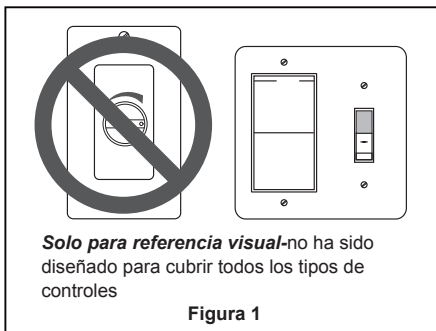

Figura 1
1. Alinee la lengüeta ancha de la unidad del motor a la muesca ancha de la unidad de soporte del ventilador. Asegure cuidadosamente la unidad del motor en las ranuras de montaje en el soporte del techo girándolo en el sentido de las agujas del reloj. Asegúrese de que todo el cableado y receptor se introduce adecuadamente en la cubierta del techo y que no se presiona ningún cable. Una vez que la motor está colocada y alineada con el techo, vuelva a colocar el tornillos retirados previamente y asegure los tres tornillos. (Figura 1)
1. Fije los aspas al soporte del motor mediante los tornillo de cabeza plana con arandela plana/arandela de resorte y sátese el centro orificio de la aspa. (Figura 1)
- ☐ 1. Fije los aspas al soporte del motor mediante los tornillo de cabeza plana con arandela plana/arandela de resorte. (Figura 1)
El uso de un regulador de la intensidad completa (no incluido) para controlar la velocidad del ventilador dañará el dispositivo. Para reducir el riesgo de incendio o descarga eléctrica, no utilice dicho regulador para controlar la velocidad del ventilador. (Figura 1)
- ☐ 1. **Instalación de la placa de la pared:** (Figura 1)